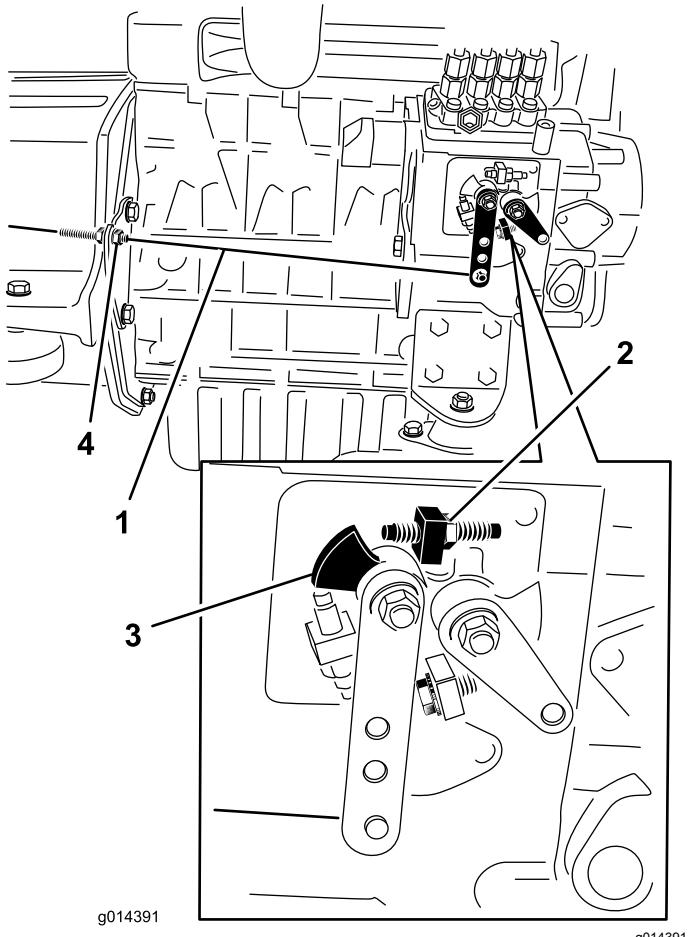

図34
2. 燃料噴射ポンプについている速度コントロールレバーの位置を確認する。スロットルコントロールレバーをFAST位置ディテント位置にセットした状態で、速度コントロールレバーが高速ねじに接触していれば適正である図34。
3. 必要であれば、スロットルコントロールケーブルのジャムナットの位置を調整して、スロットルコントロールレバーがFASTディテント位置にきた時に速度コントロールレバーが高速ねじに接触するようにする図34。